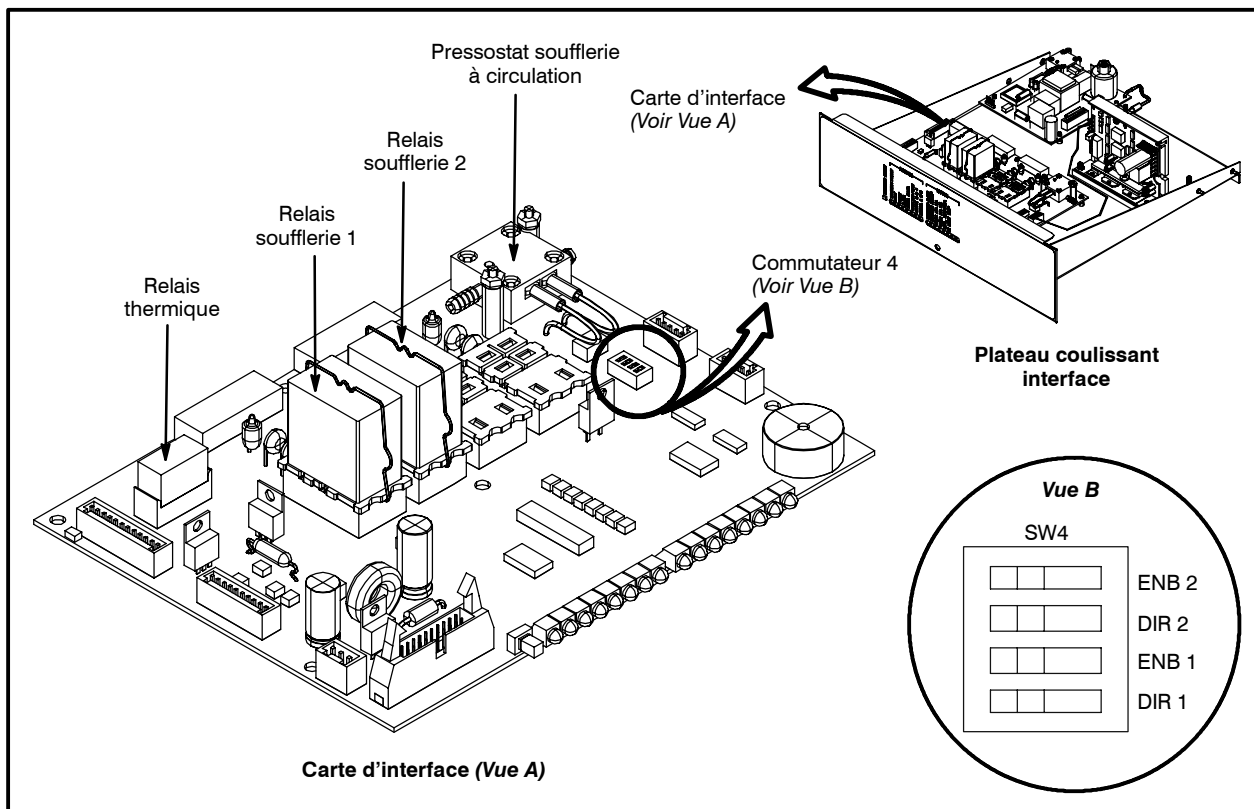

Figure 8
2. Sur la carte d'interface, placez le commutateur DIP intitulé DIR1 sur SW4 (switch 4). Voir la Figure 8.